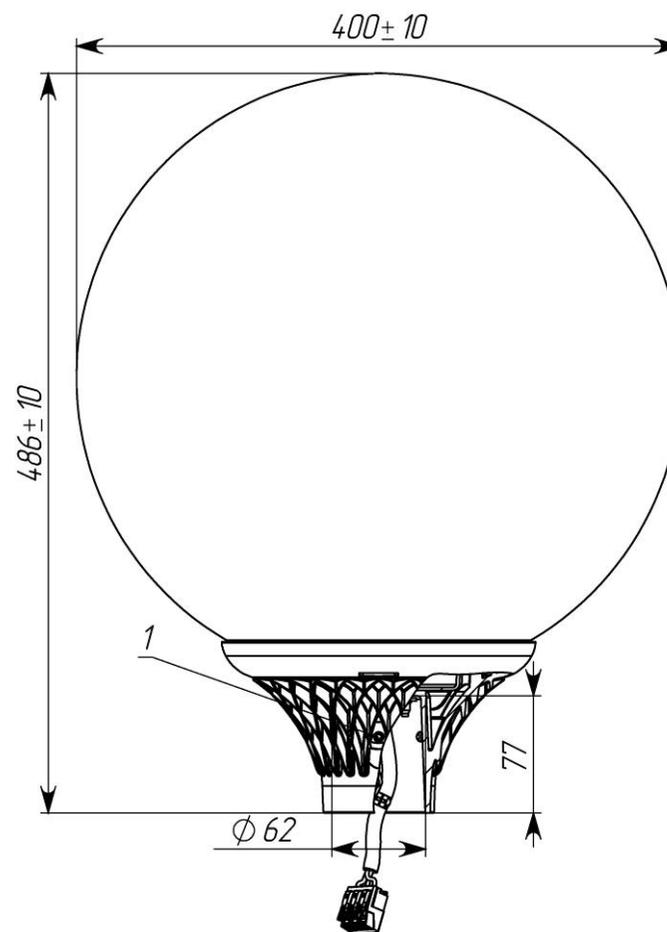

Рисунок 2
2.1 Светильники торшерные серии GALAD Шар LED-40 (Рисунок 2) предназначены для функционально-декоративного освещения парков, скверов, бульваров, зон отдыха, территорий микрорайонов, коттеджных посёлков.
5.1 Светильник устанавливается на трубу диаметром 50...60 мм и закрепляют тремя болтами М6 (поз.1 Рисунок 2) с усилием затяжки 5,9 – 9,4 Н.м.